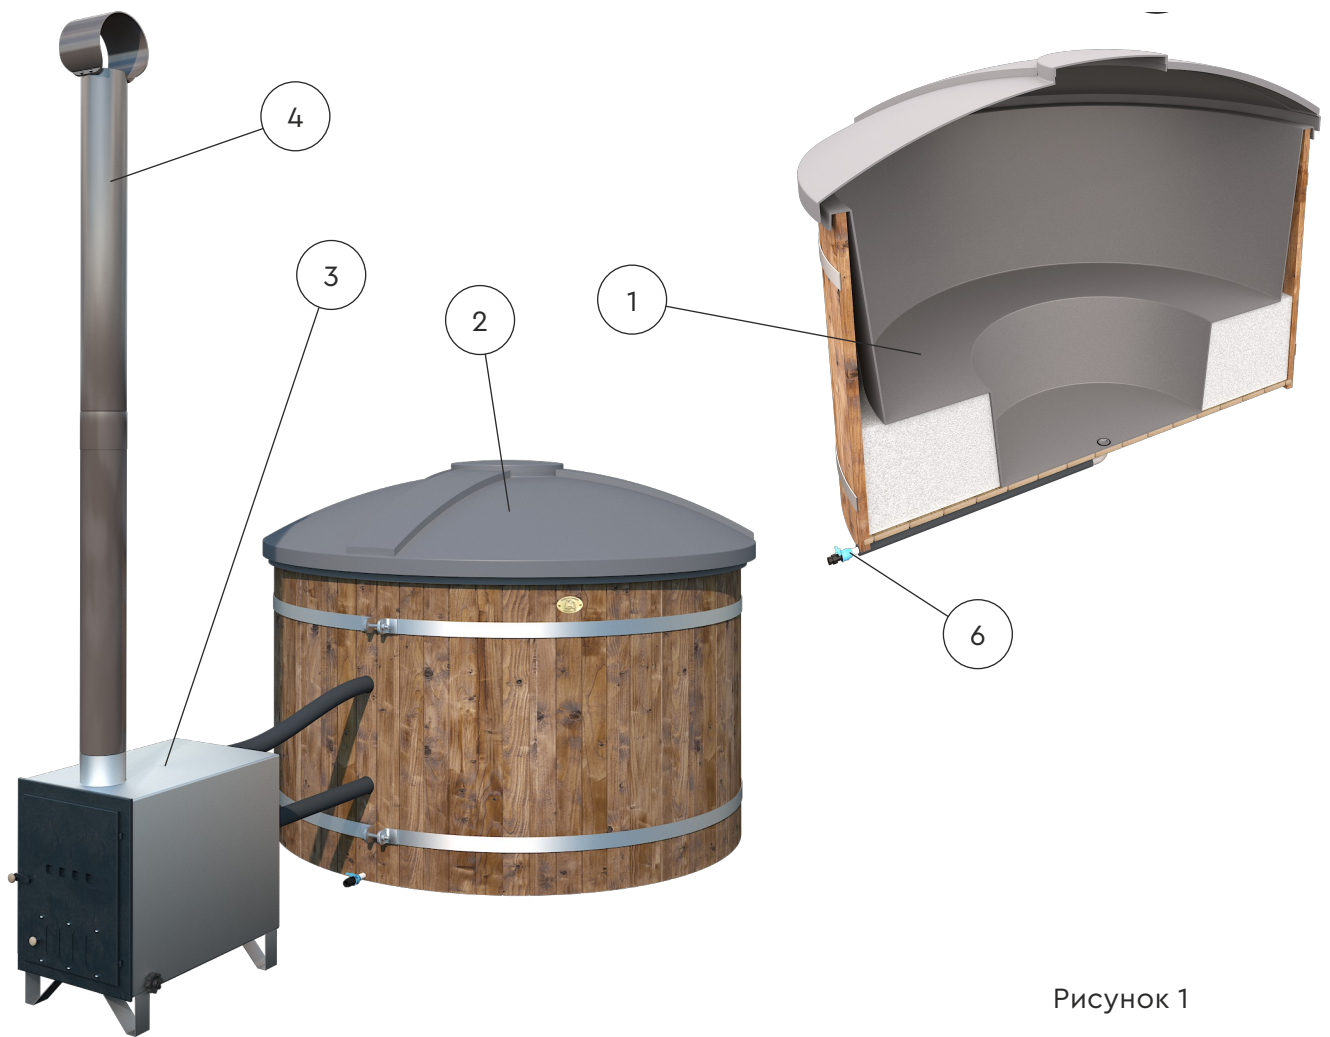

Рисунок 1
Купальная бочка — часть купальной бочки, заполненная водой (см. рисунок 1).
6. Сливной кран купальной бочки см. рисунок 1